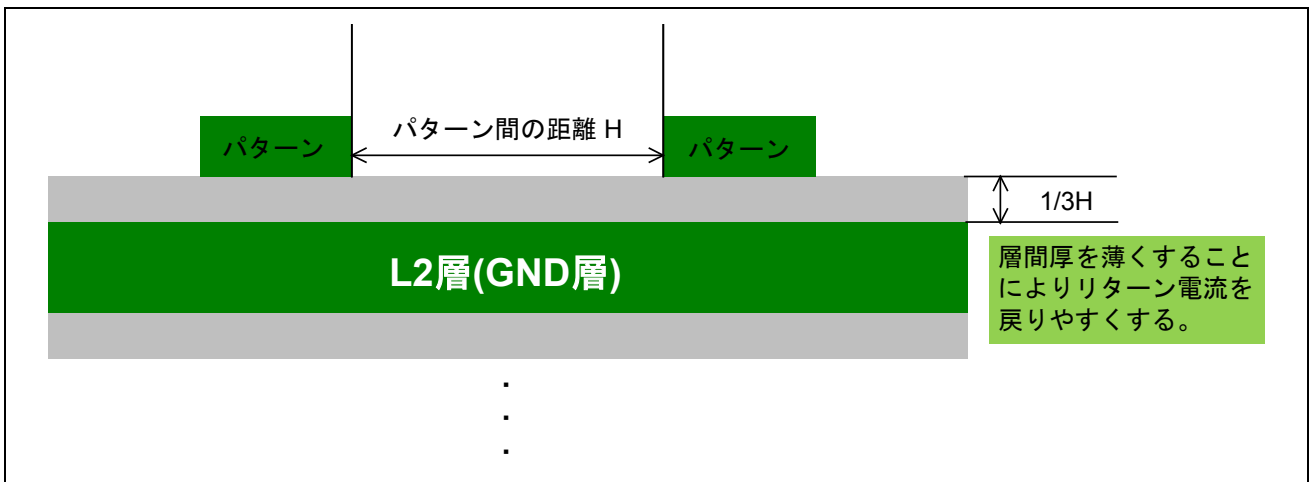

図3 リターン電流(層間厚)
7. L3 層-L4 層間を除く層間厚は、リターン電流を戻りやすくするために、並走するパターン間(H)の $1/3(1/3H)$ で設計します。(図 3 参照)なおインピーダンスコントロール対象の信号がある場合、層間厚はインピーダンスに影響がありますので、基板厚を検討する際はインピーダンスコントロールを考慮して設計します。Ethernet 通信ボードでは、インピーダンスコントロールと今回設計を依頼した基板メーカーの対応可能な層間厚により、L3 層-L4 層間を除く層間厚を 0.1mm としています。